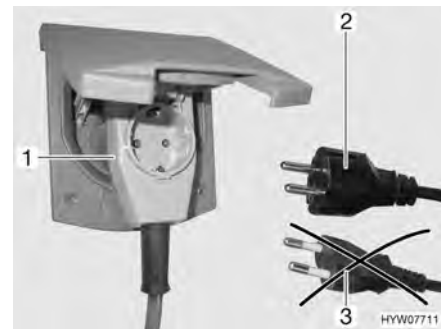

Fig. 110 Conexión a un conector con salida lateral del cable con caja de enchufe
- ▶ Al utilizar un acoplamiento acodado CEE 17, con caja de enchufe incorporada en el lado trasero (Fig. 110,1), emplear únicamente un conector IP 44 de goma impermeable, con contacto protector (Fig. 110,2). No utilizar conector sin contacto protector (Fig. 110,3). ¡Peligro de electrocución!